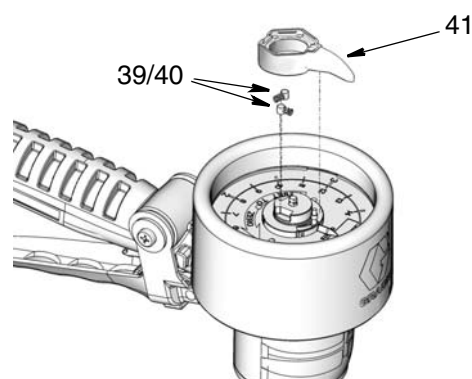

FIG. 24
5. Installare il puntatore ad ago (41), le molle (39) e i perni (40) come illustrato alla FIG. 24.